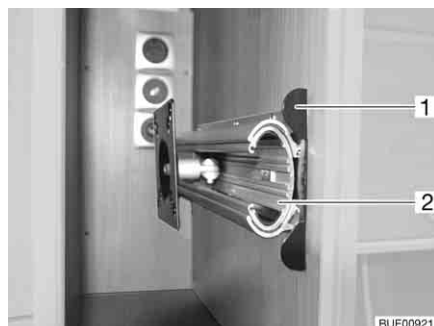

Fig. 61 Support dans le meuble de télévision
- Enfoncer la barre de déverrouillage (Fig. 61,1).
- Faire entièrement sortir la rallonge (Fig. 61,2).
- Faire coulisser la rallonge (Fig. 61,2) jusqu'à ce que la barre de déverrouillage (Fig. 61,1) s'encliquette.